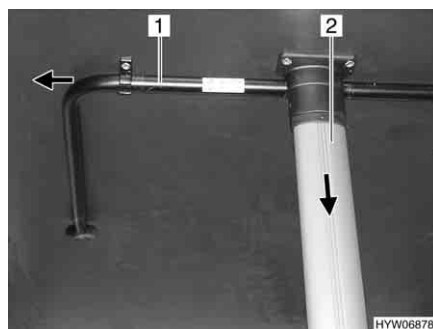

Fig. 70 Tavolo sospeso con piede ribaltabile e puntello
- Spingere il puntello (Fig. 70,1) nella direzione della freccia e ribaltarlo.
- Tirare il piede del tavolo (Fig. 70,2) nella direzione della freccia e ripiegarlo.